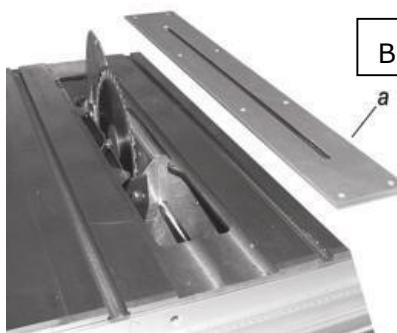

Bild 1
- Die **8** Schrauben von der Tischeinlage (**a**) entfernen und diese herausnehmen. -**Abb. 1-**